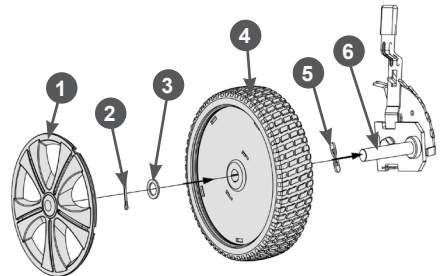

Рис. 3 Схема установки колёс
- установите на ось 6 пружинную шайбу 5 и колесо 4 (Рис. 3);
- установите шайбу 3, после чего прижимая колесо в сторону деки газонокосилки, вставьте в отверстие на оси 6 шплинт 2 (Рис. 3). Разогните концы шплинта;
- установите колпак 1 колеса (Рис. 3);